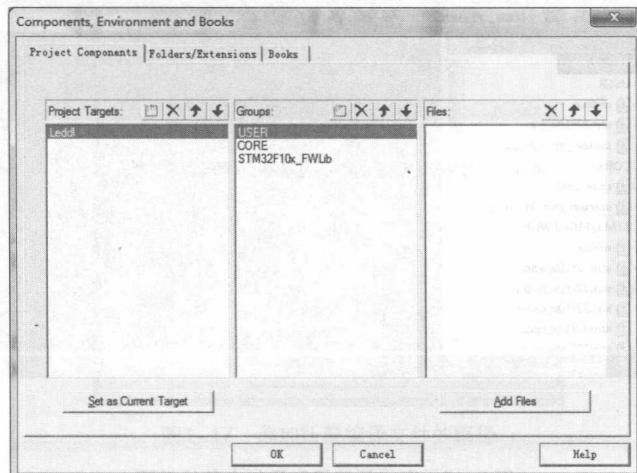

图1-13 新建的组
(4) 先把 Project Targets 栏下的 Target1 修改为 STM32\_Project，把 Groups 栏下的 Source Group1 删除。然后在 Groups 栏（中间栏）单击新建 按钮（也可以双击下面的空白处），新建 USER、CORE 和 STM32F10x\_FWLib 组，如图 1-13 所示。